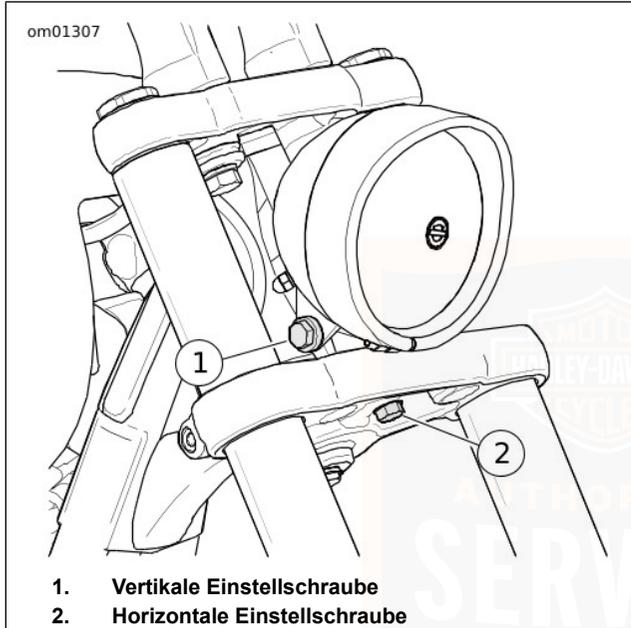

Abbildung 72. Scheinwerfereinstellung
2. Siehe Abbildung 72. Die horizontale Ausrichtung des Scheinwerfers einstellen.
- a. Die horizontale Einstellschraube (2) lockern. Den Scheinwerfer horizontal ausrichten, bis der Lichtstrahl gerade nach vorne zeigt.